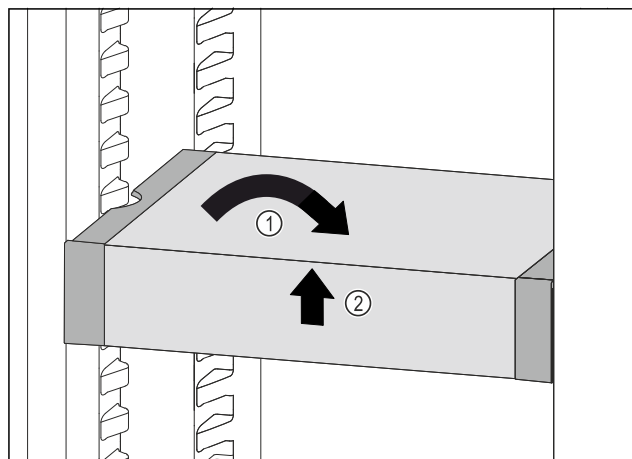

Fig. 208
- Vendosni drejt VarioSafe. Fig. 208 (1)
- Ngrini lart VarioSafe në pjesën përpara. Fig. 208 (2)